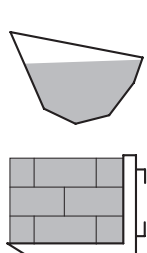

Fig. 1
- In geval van bulkkladingen mag het maximale laadniveau van het werktuig de laagste wand niet overschrijden en in geval van stukkladingen mag het de hoogte van de achterwand niet overschrijden (zie afb. 1).